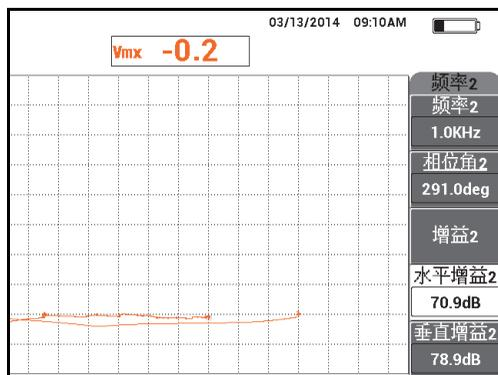

图 5-108 调节水平增益 2 的值
15. 当用力在标准试块的位置 2 上按压探头时，观察混合信号点，然后按主菜单滤波器菜单键（），并降低水平增益 2（功能键 D），直到混合信号操作点延伸到平衡点左侧未超出 3 个分区的位置（参见第 190 页的图 5-108）。